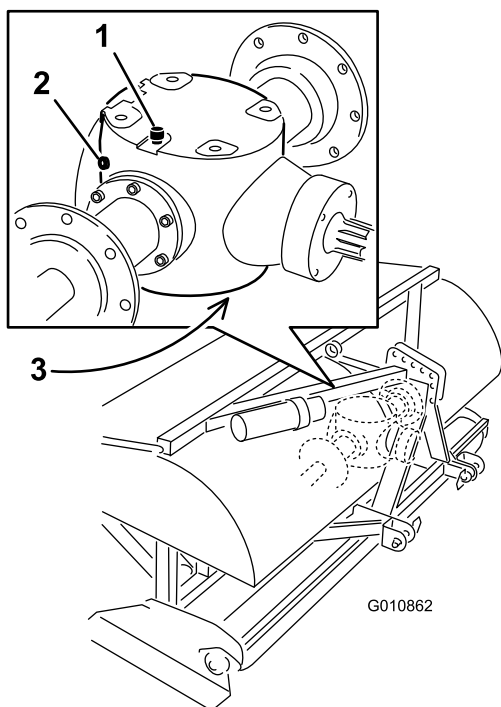

Figure 41
2. Enlevez le bouchon de contrôle du réducteur (Figure 41).
3. Vérifiez que le niveau d'huile atteint le bas de l'orifice du bouchon de contrôle du réducteur (Figure 41).
1. Nettoyez les débris présents sur le bouchon d'aération/de remplissage et le bouchon de vidange pour éviter la contamination (Figure 41).